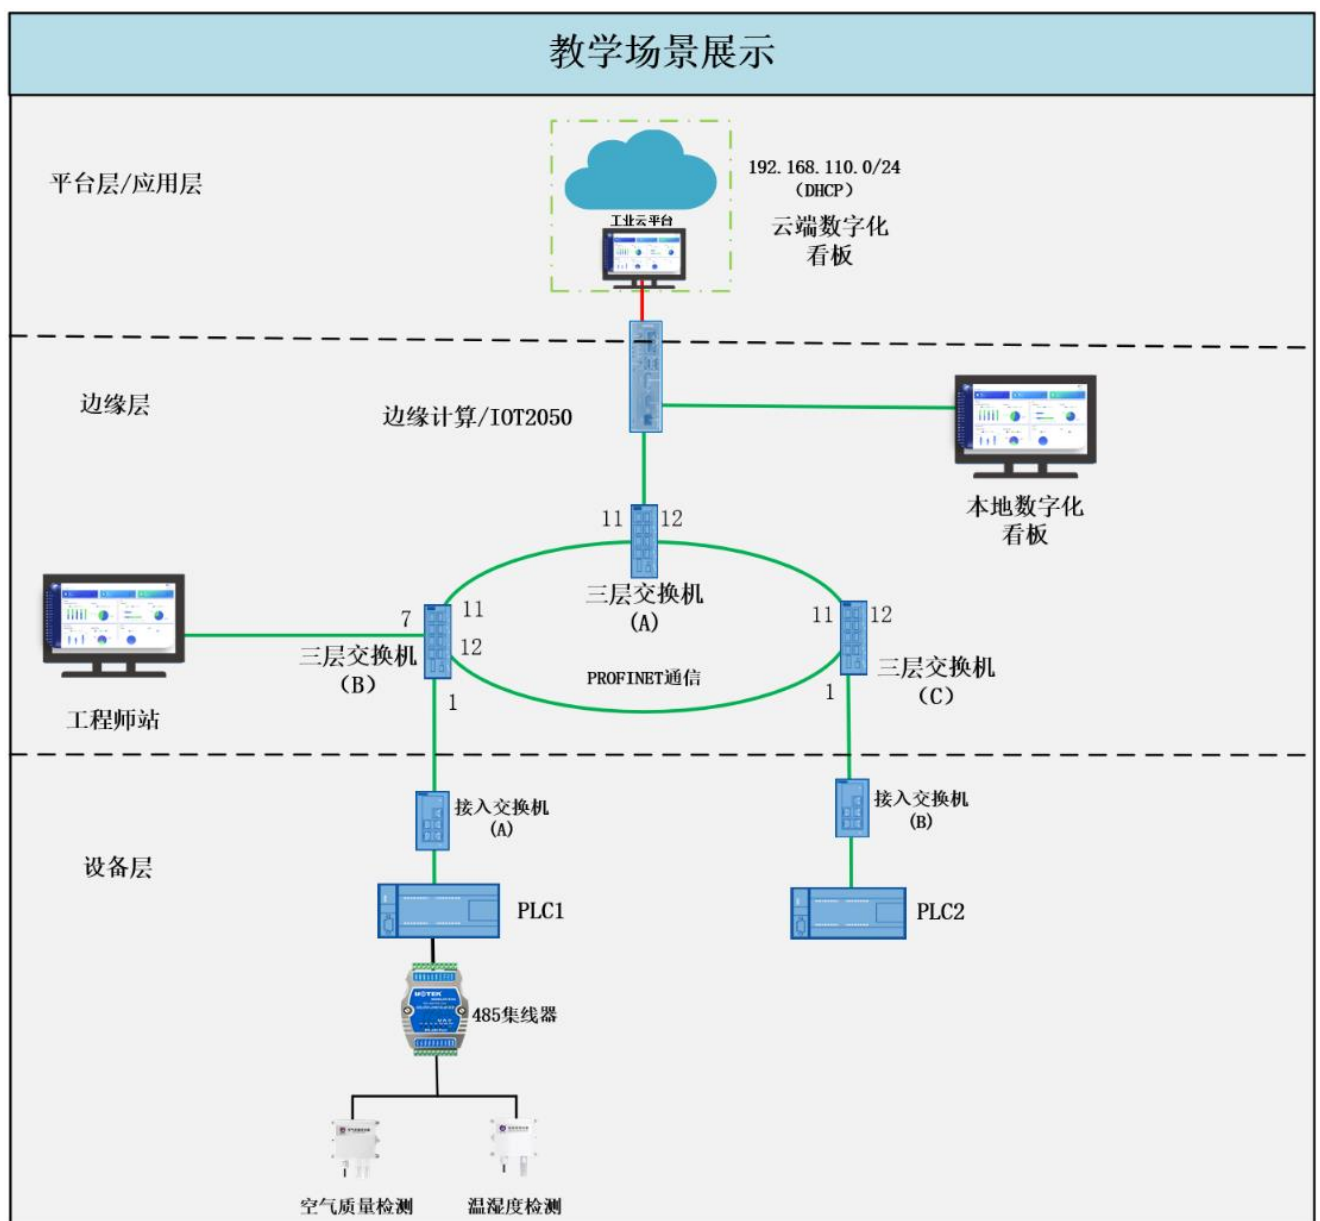

图 1 网络拓扑结构图
拓扑图如图 1 所示：
参赛选手在评分前须严格按照“图 1 网络拓扑结构图”和“图 2 模块所属网络分配”完成组网接线;
- 1) 依据“图 1 网络拓扑结构图”“图 2 模块所属网络分配图”, 完成各模块的连接。
按照图 1 和图 2 完成设备冗余环网搭建, 为 PLC 数据向上层传输做好链路准备, 并完成环网组中各三层交换机参数配置。